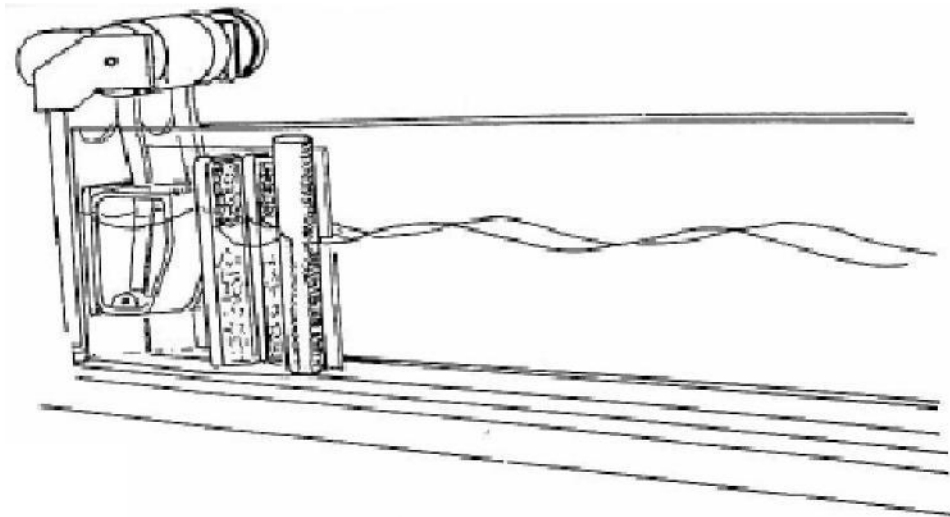

Fig. 3 Phasengleiche Überlagerung der Wellen
- Nach dem Eintreten der Welle in den I-Kanal ihre Amplitude bestimmen (Fig. 3).